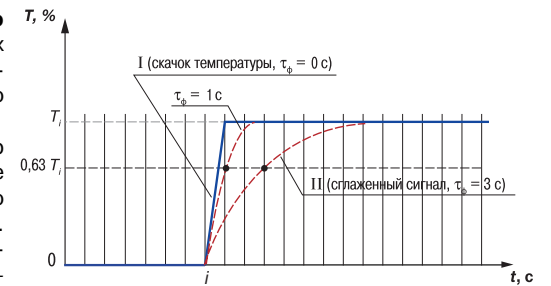

Рис. 5
3.1.4.4.3. Цифровой фильтр устраняет шумовые составляющие сигнала, осуществляя его экспоненциальное сглаживание. Основной характеристикой экспоненциального фильтра является τ_ϕ — постоянная времени цифрового фильтра, параметр **inF** — интервал, в течение которого сигнал достигает 0,63 от значения каждого измерения T_i (**рис. 5**).